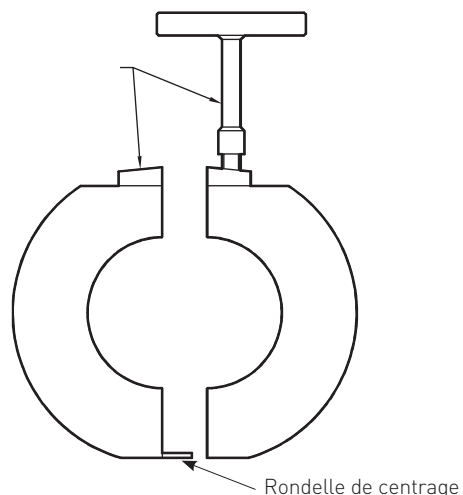

FIGURE 2
- 5.2. Retirer successivement les deux sphères en utilisant la 'clé en T'. La sphère qui ne comporte pas la rondelle de centrage doit être retirée en premier et insérée en dernier lors du remontage (Figure 2).